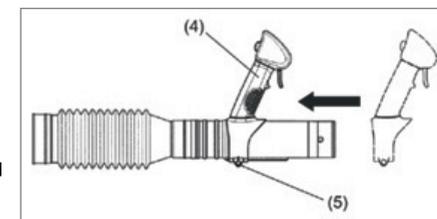

Рис. 2
2. Вставьте рычаг управления (4) в поворотную трубу и зафиксируйте при помощи зажимного винта (5). (Рис. 2)